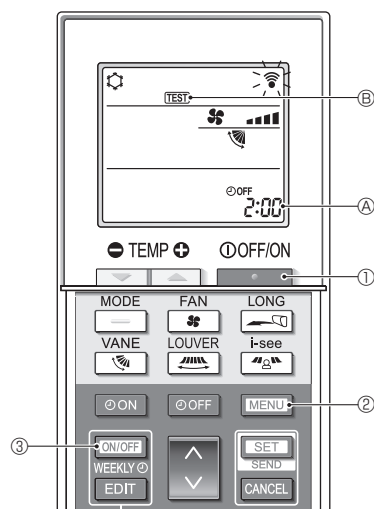

Fig. 7-5
■ Сынақты жүргізу (Fig. 7-5)
- Кондиционерді тоқтату үшін [ON/OFF WEEKLY] түймесін ① басыңыз.
- Егер апталық таймер қосылса ([WEEKLY] қосулы), оны өшіру үшін [ON/OFF WEEKLY] түймесін ③ басыңыз ([WEEKLY] өшірулі).
- [MENU] түймесін ②-5 секундқа басыңыз.
- [MENU] түймесін ② басыңыз.
- [TEST] ④ қосылып, құрылғы сынақты жүргізу режиміне ауысады.